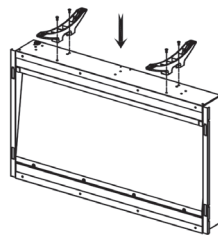

Figura 9
- Asegúrate de que los pies están firmemente sujetos a la carcasa de la chimenea y asegúralos adicionalmente con los cuatro tornillos y apretarlos (ver figura 9).